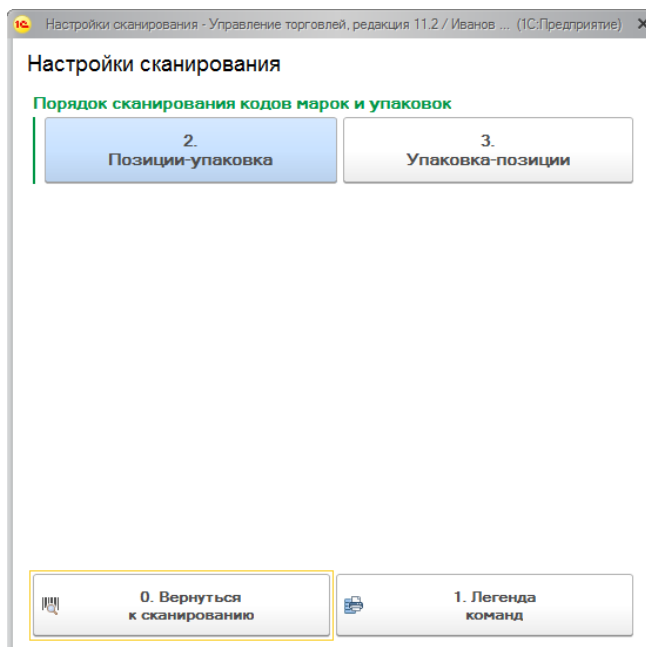

Рисунок 2.1.2.3 Настройки сканирования
- **4. Сервис** - открывает окно настройки порядка сканирования: позиция-упаковка или упаковка-позиция (Рисунок 2.1.2.3).
- **5. Инфо** – команда для вызова информации о статусе выполнения текущего задания в виде отчета о отсканированном количестве и подобранных сериях (Рисунок 2.1.2.4).